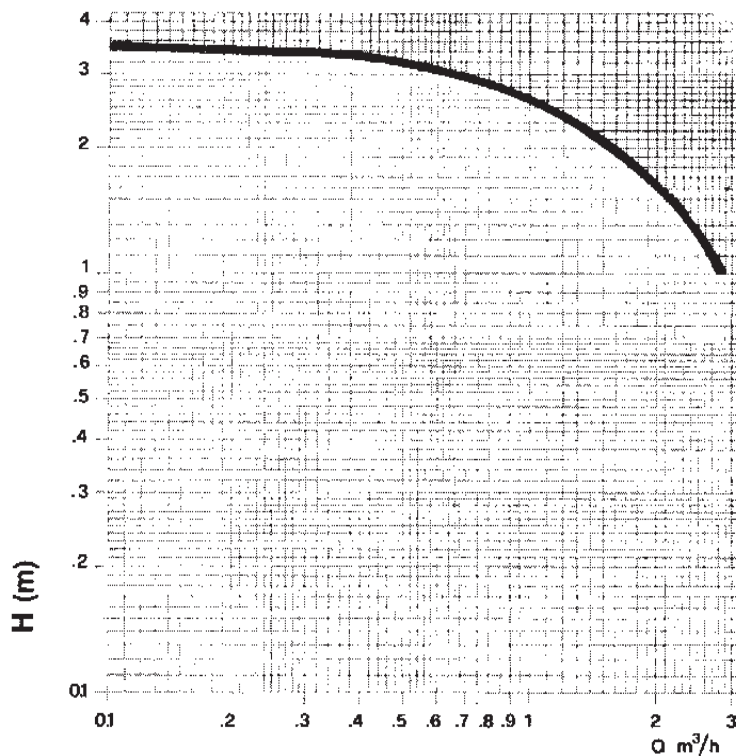

Рис. 5b
3.05 Гидродинамическое давление в системе (только для версии PV) (рис. 5b)